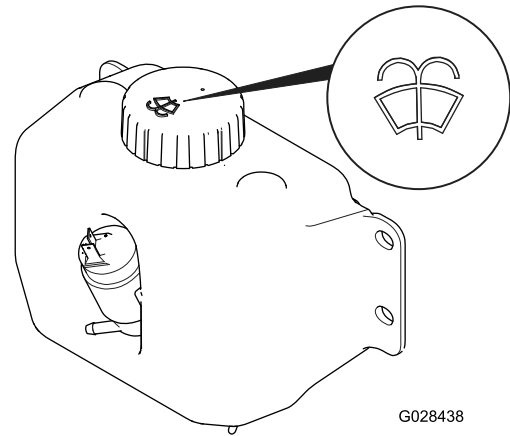

Bild 51
3. Ermitteln Sie die Waschanlagenflasche (Bild 51).